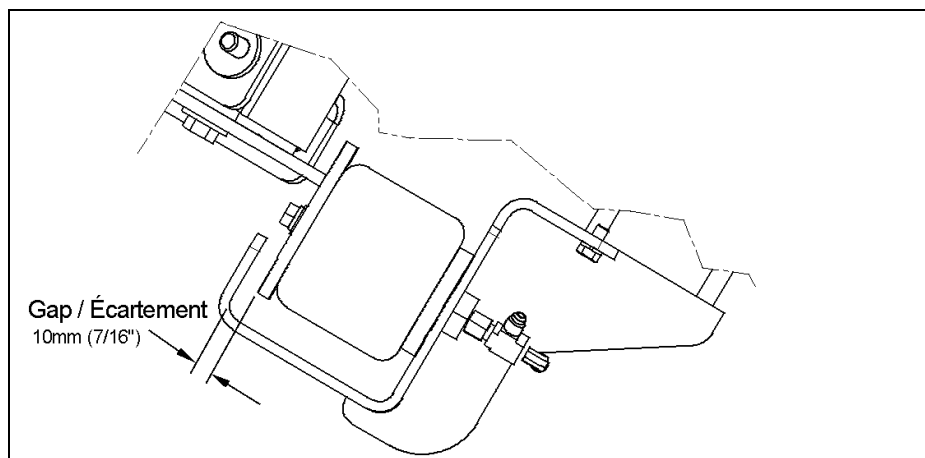

FIGURE 7
30. Remettre la pression d'air sur le ballon. Vérifier si l'écartement (voir figure 7) entre le support d'attache supérieur du ballon et la butée est respecté.